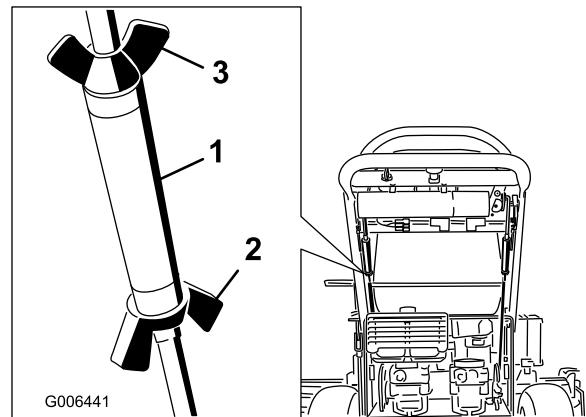

Figura 31
3. Afloje las tuercas de mariposa de la varilla de control derecha, y gire el tensor en un sentido u otro para centrar la palanca de control derecha en la posición de bloqueo/punto muerto. Bloquee el tensor apretando las tuercas de mariposa (Figura 31).
4. Afloje las tuercas de mariposa de la varilla de control izquierda y gire el tensor en un sentido u otro para modificar el avance de la máquina. Bloquee el tensor apretando las tuercas de mariposa (Figura 31).